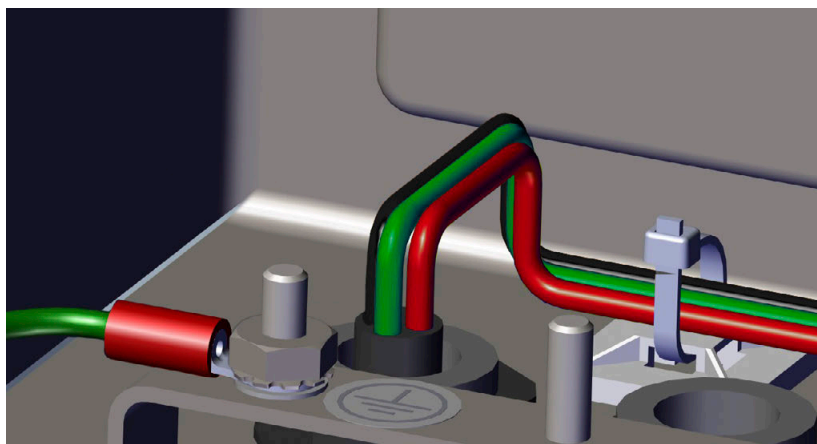

Figura 2-21. Tendido del cable de alimentación de CC
1. Tienda el cable por el prensacables, consulte la Figura 2-21.